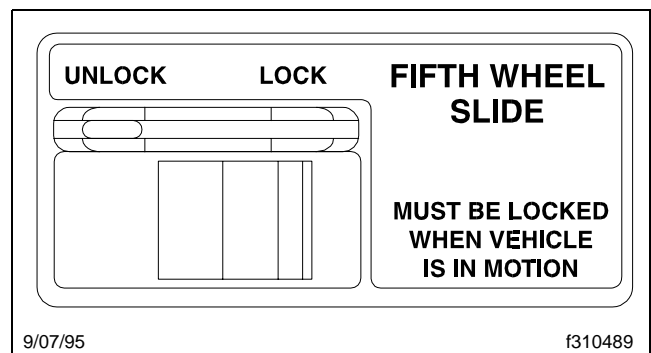

Figura 10.13, Control de la placa deslizante de la quinta rueda, ubicado en la cabina
- 3.1 Para los modelos operados por aire, ponga el interruptor de control operado desde la cabina (**Figura 10.13**) en UNLOCK (desbloqueo).